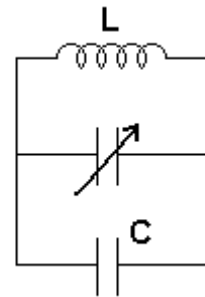

Figura 4: Ajuste con condensador en paralelo
- 5.2.a) Represente la relación entre el voltaje de entrada de audio y el voltaje en la pata 3 del amplificador con la configuración de la **Figura 4** (potenciómetro y resistencia), para cualquier posición del cursor del potenciómetro. En la misma figura dibuje dicha relación suponiendo que no existiese la resistencia de 10K. ¿Cuál cree que es la ventaja de utilizar ésta a la hora de ajustar el volumen del receptor?
si $\frac{f_{\max}^2}{f_{\min}^2} < \frac{C_{\max}}{C_{\min}}$, la nueva capacidad debe estar en paralelo, según aparece en la **Figura 4**.